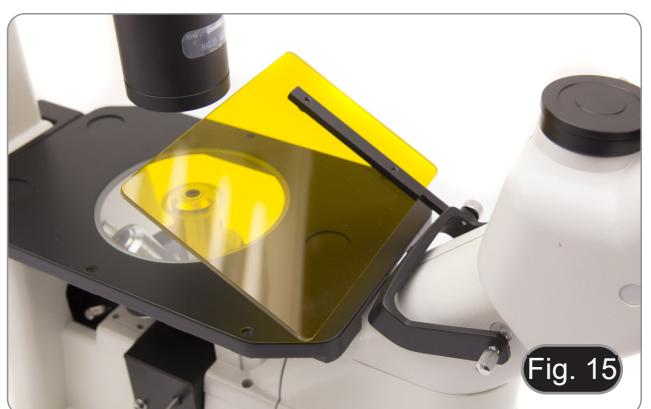

Fig. 15
6. Per prevenire eventuali danni da radiazione UV, montare lo schermo di protezione arancione come indicato. (Fig. 15)